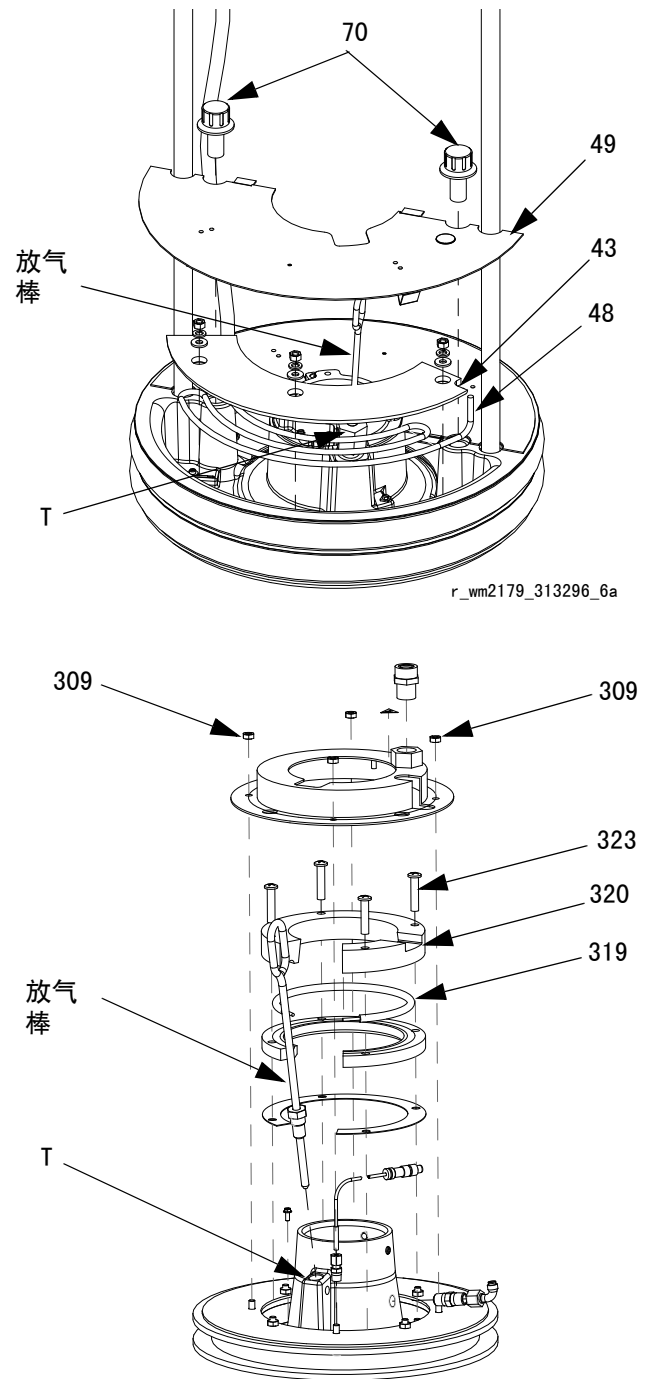

图 30：拆卸压盘盖和加热器
4. 从压盘上卸下放气棒。推动放气棒穿过放气端口 (T) 以清除残留物质。请参见图 30。
5. 卸下压盘盖。请参见图 30。
- a. 卸下压盘盖紧固件 (70) 或螺母 (309)。
- b. 用于 55 加仑压盘 (D200 3 英寸和 D200s 6.5 英寸供给系统)：将压盘盖 (49) 及接地线从压盘上卸下。
6. 清除任何多余的流体。在加热器的线圈 (48) 或加热器 (319) 上使用软线。请参见图 30。
7. 检查压盘加热器铁块 (43 或 320) 或加热器 (48 或 319) 是否有烧焦点或熔化点。根据需要更换压盘加热器铁块或加热器。请参见图 30。